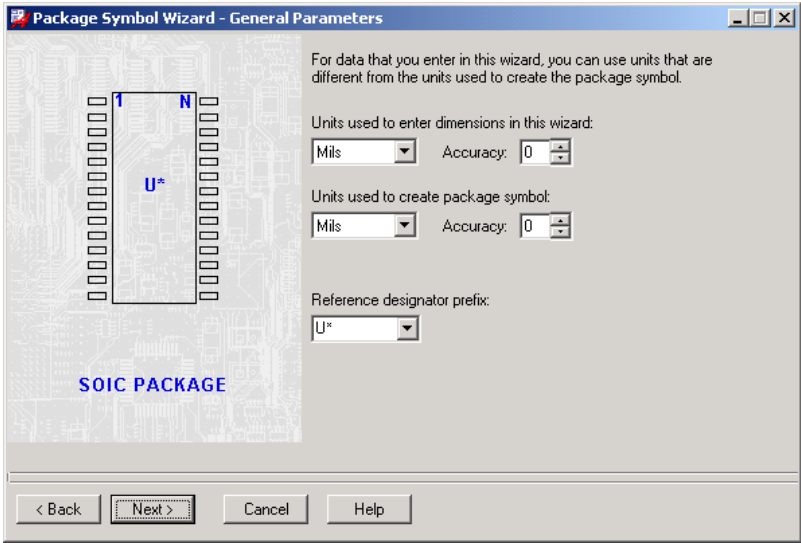

图 6-19 设置参数单位和位号
4) 单位和位号。此时出现如图 6-19 所示的对话框，供调计者设置长度单位和精度以及位号，设置完成后单击  按钮进入下一步。